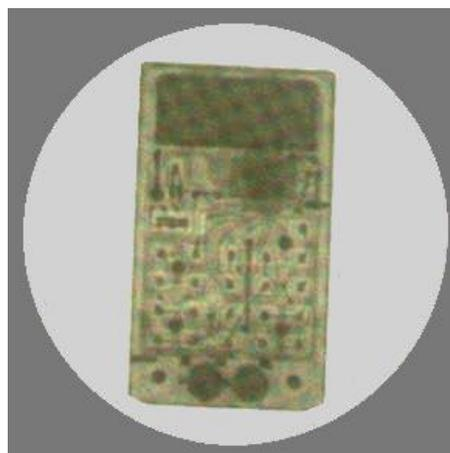

图 8 一个计算器的 X 光透射象
6. 按下 HV 键，以打开高压（管电压）（此时应看到它上面的指示灯闪烁），在荧光屏后观察样品的 X 光透射象（如图 8 所示）。